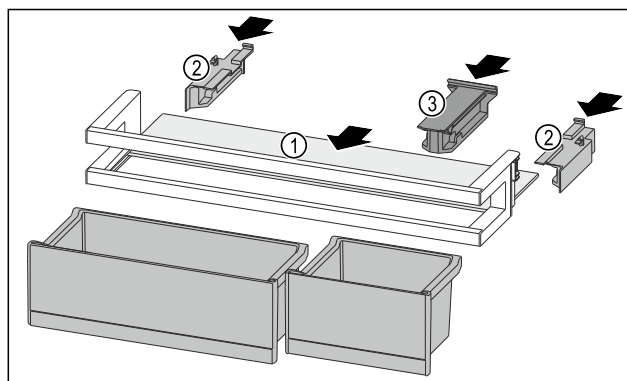

Fig. 142
- Odkládací plochu Fig. 142 (1) zasuněte do bočních vybrání.
- Boční díly Fig. 142 (2) vložte.
- Držák Fig. 142 (3) vložte.